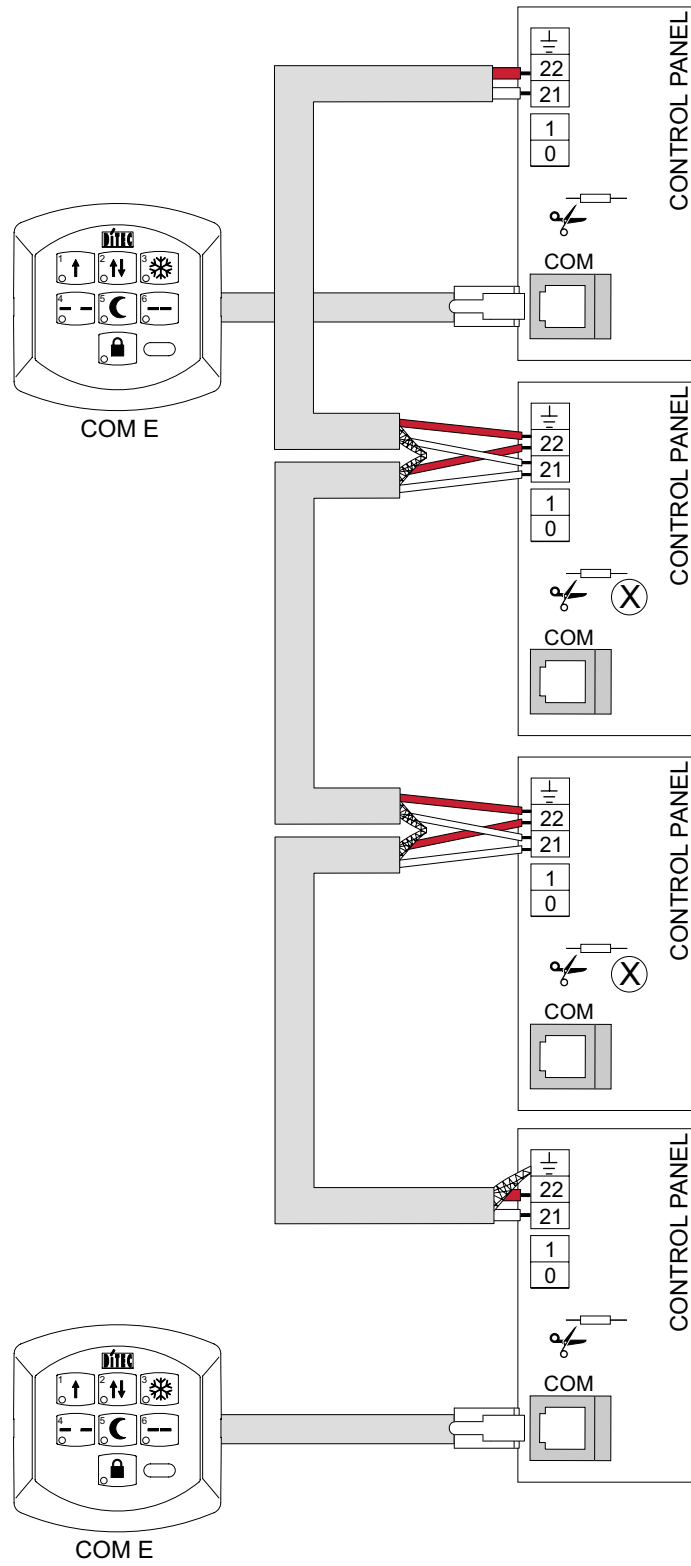

Fig. 7
- E' inoltre possibile collegare uno o due selettori per impostare le medesime modalità di funzionamento fino a massimo quattro automazioni (no ridondanti), come indicato in fig. 7.
*N.B.: per effettuare il collegamento in rete dei quadri elettronici, usare cavo schermato [F] per trasmissione dati (non di nostra fornitura), per una lunghezza massima complessiva di 1000 m. Quando il selettore gestisce più di due automazioni, tagliare la resistenza [X] presente nei quadri elettronici intermedi (fig. 7).*
- One or two selectors can be connected in order to set the same function modes up to a maximum of four different automations (not "redundant" type), as shown in fig.7.
*When selector manages more than two automations, cut the resistor [X] in the intermediate electronic control panels (fig.7).*